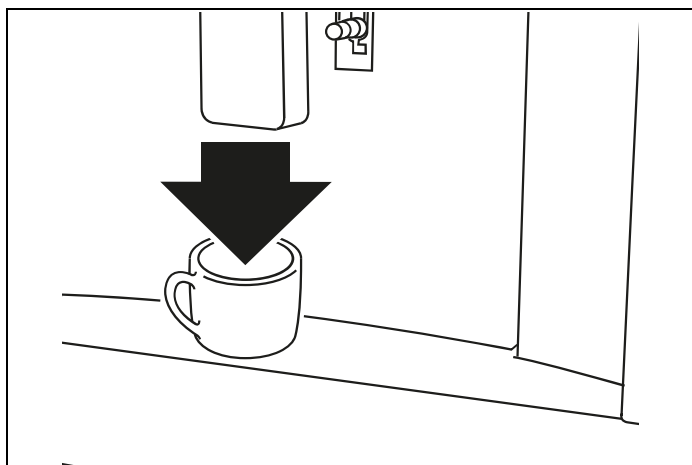

Fig. 25
3) Sänk pipen så att den är så nära koppen som möjligt (Fig. 25 ): detta bidrar till att få en bättre krämighet.
- 4) Placera en kopp under kaffepipen (A13) (Fig. 25).